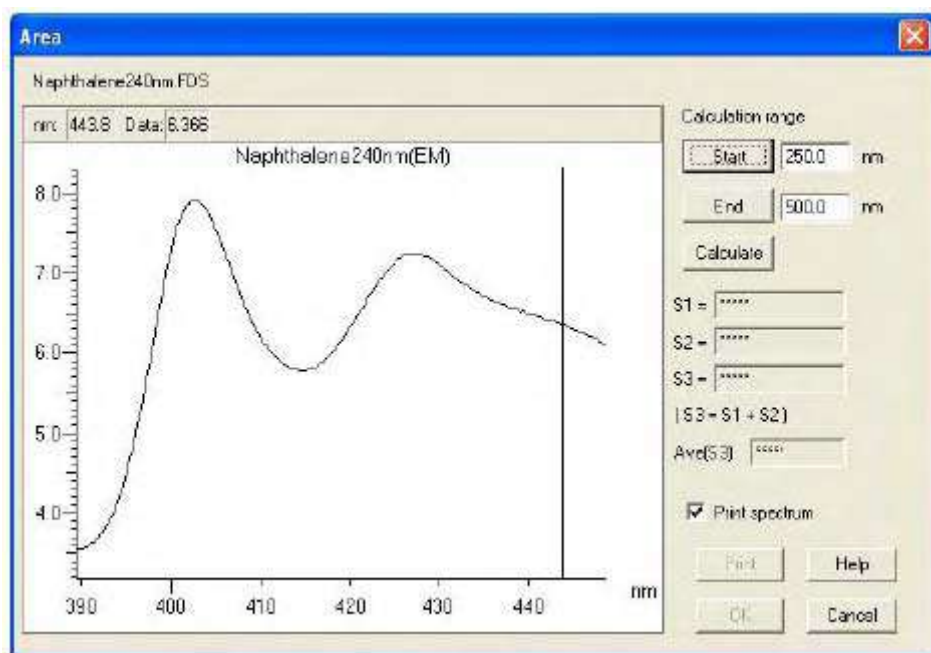

Рис. 7-38
- (2) Затем отпустите левую кнопку мыши. Область будет увеличена, как показано на рис. 7-38